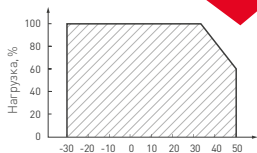

Рис. 1. Максимальная допустимая нагрузка, % от мощности источника
- 4.3. Не нагружайте источник питания более 80% от его максимальной мощности. Учтите, что с повышением температуры окружающей среды максимальная мощность источника питания снижается, см. график зависимости на рис. 1. При невозможности обеспечить свободное пространство используйте принудительную вентиляцию.